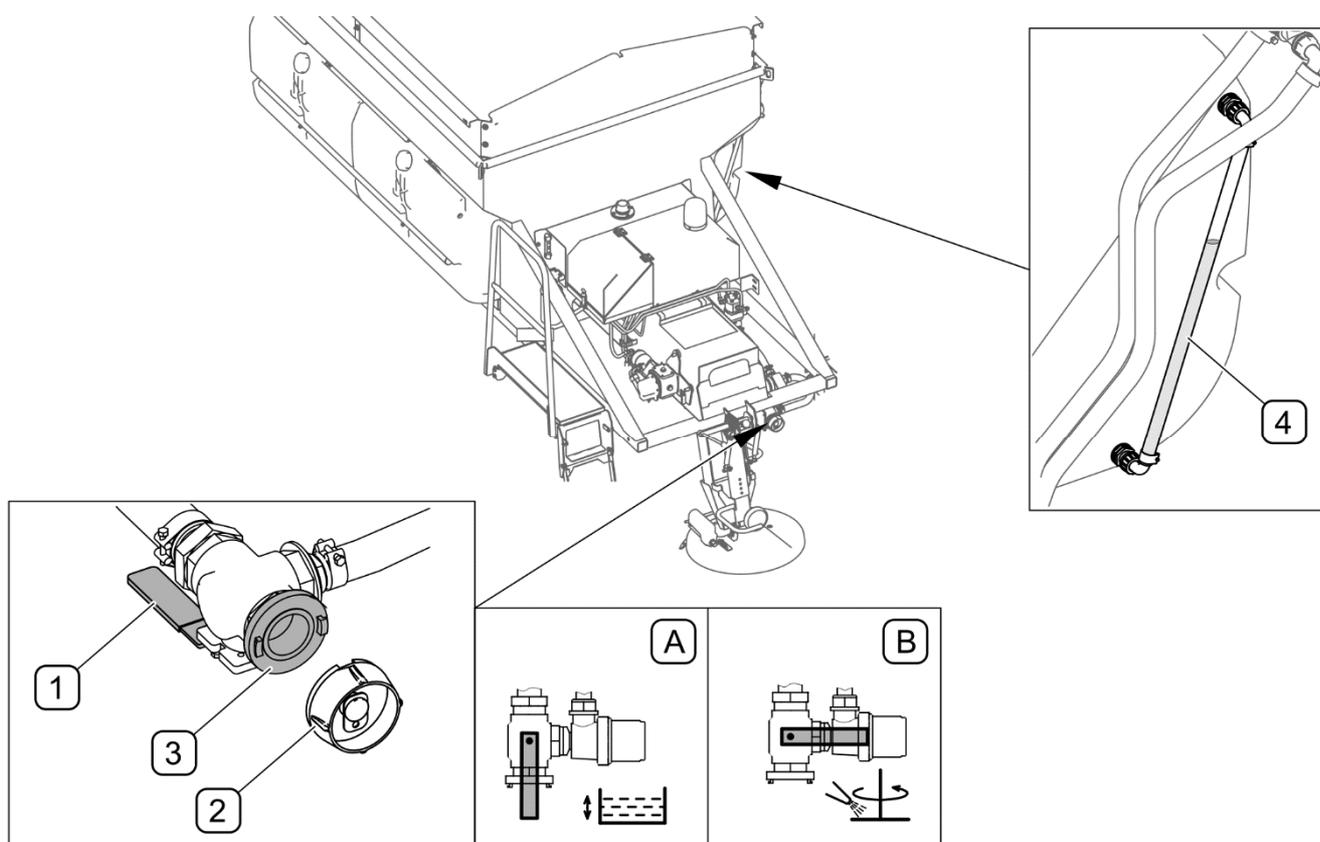

РИСУНОК 4.35Опорожнение емкостей с соляным раствором
Прежде чем отвинтить заглушку (2), нужно убедиться, что рукоятка клапана (1) находится в положении (B) (РИСУНОК 4.35)